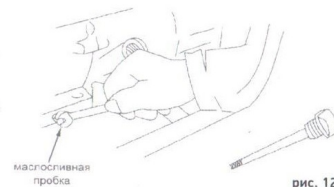

рис. 12
- открутить маслозаливную и маслосливную пробки. Слить масло. Установить маслосливную пробку на место и надёжно её затянуть (см. рис. 12).